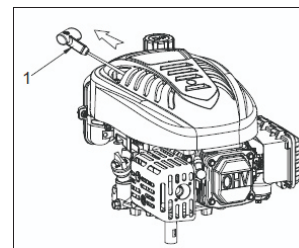

Fig.3
**⚠ WAARSCHUWING:** Laat de startgreep (1) niet terug schieten tegen de motor. Laat de startgreep voorzichtig terugkeren naar zijn oorspronkelijke positie om schade aan de starter te voorkomen. (Fig.3)